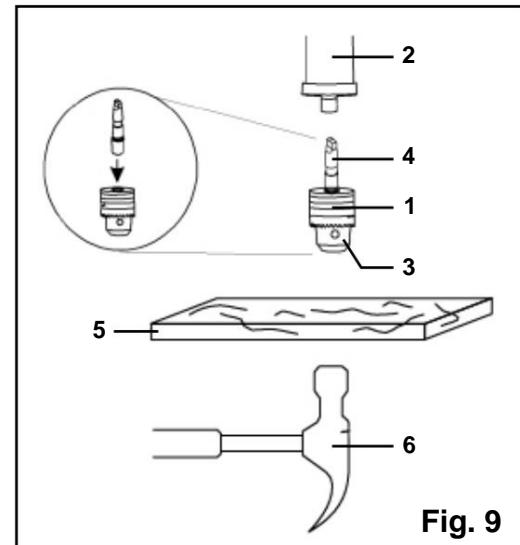

Fig. 9
INSTALLERA CHUCKEN (FIG. 9)
1. Inspektera och rengör det koniska hålet i chucken (fig. 9 - 1) och spindeln (fig. 9 - 2). Ta bort allt fett, beläggningar och partiklar från chuck- och spindelytorna med en ren trasa.
2. Öppna chuckbackarna (fig. 9 - 3) genom att manuellt vrida chuckcylindern medurs. Se till att käftarna är helt försänkta inuti chucken.
3. Sätt in chuckaxeln (fig. 9 - 4) i öppningen överst på chucken.
4. Sätt in spindeln i spindeln. Vrid den tills spindelns tapp (plattorna på änden) är i linje med spåret i spindeln och chucken och axeln kan skjutas uppåt. Sätt fast chucken genom att placera ett träblock (fig. 9 - 5, medföljer ej) under chucken och knacka ordentligt på träet en gång med en hammare. Alternativt kan du knacka ordentligt på chucken en gång med en gummiklubba eller slaghammare (ingår ej).